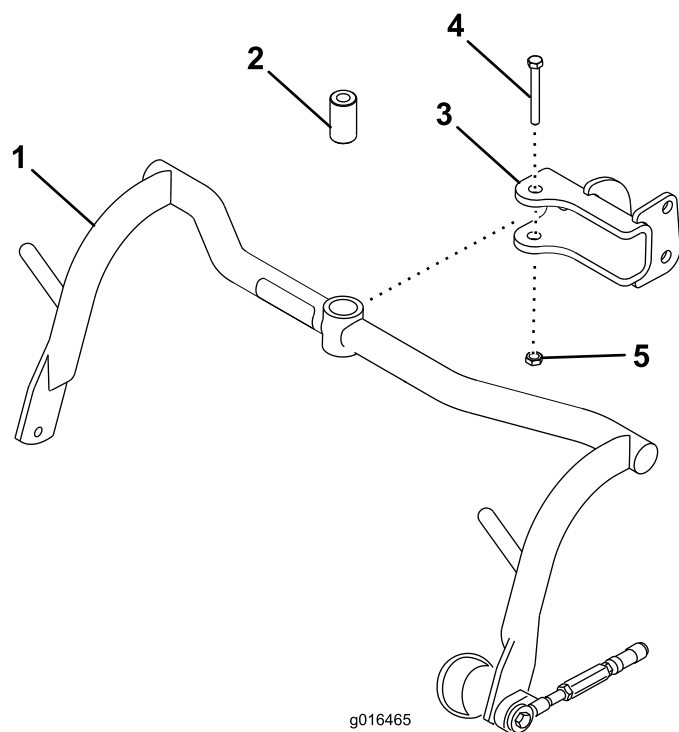

図 8
1. 各クレビスにキャリアフレームを取りつける；スペーサ、1/2 x 3-1/4 インチボルト、1/2 インチロックナットを使用する（図 8）。91-113 N・m（9.3-11.5 kg・m=67-83 ft/lb）にトルク締めする。